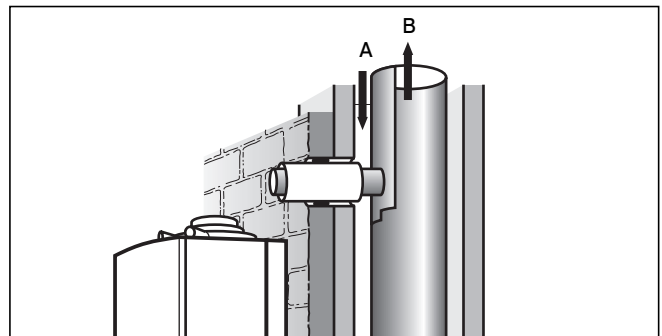

Abb. 6.12 Abgasrohr auf Länge kürzen und Luftrohr einsetzen
- Erstellen Sie am LAS einen Anschluss gemäß Abb. 6.12 und entsprechend den Abmessungen in Kapitel 3. Diese Abmessungen erlauben die seitliche Geräteinstallation oder die Installation unmittelbar an der Vormauerung.